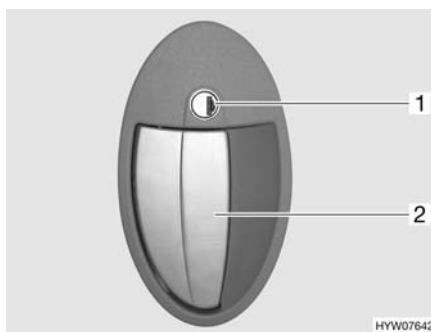

Fig. 28 Serratura della porta (porta di ingresso, lato esterno)
- Inserire la chiave nel cilindro della serratura (Fig. 28,1) e ruotare in senso orario, fino a quando la serratura della porta si sblocca.
- Tirare la maniglia della porta (Fig. 28,2). La porta è aperta.
- Inserire la chiave nel cilindro della serratura (Fig. 28,1) e ruotare in senso antiorario, fino a quando la serratura della porta si blocca.